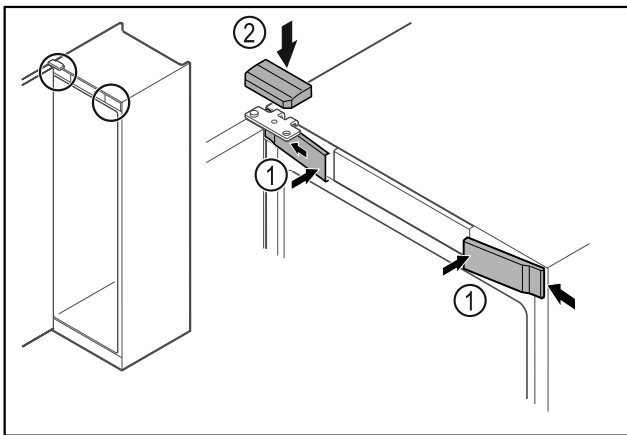

Fig. 67
- ▶ Przednie osłonki Fig. 67 (1) założyć z boku i zaczepić.
- ▶ Górną osłonkę Fig. 67 (2) zaczepić od góry.